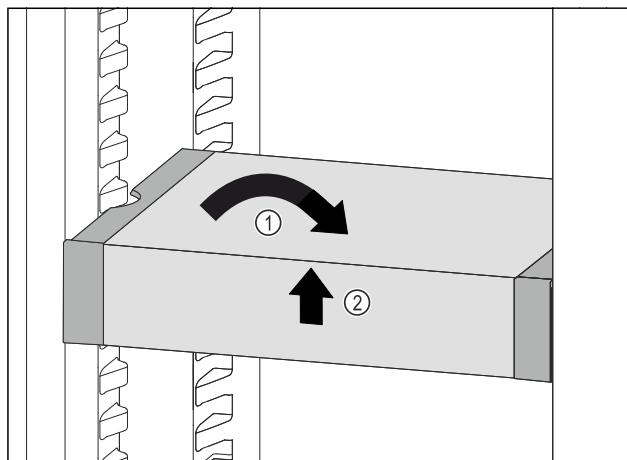

Fig. 72
- Установите VarioSafe прямо. Fig. 72 (1)
- Приподнимите VarioSafe спереди. Fig. 72 (2)